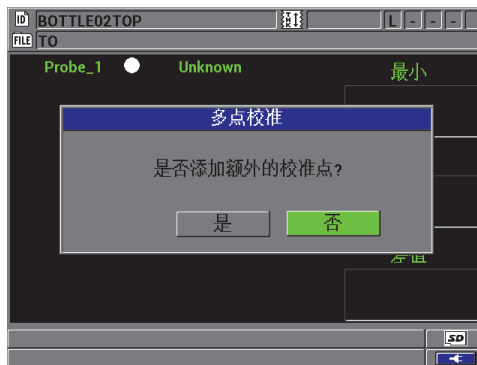

图 4-9 添加额外校准点
7. 额外（多点）校准点：仪器会询问用户是否要添加额外校准点（参见第 71 页的图 4-9）。选择**否**将完成标准（基本）校准；选择**是**（多点），用户可最多添加 8 个额外校准点。